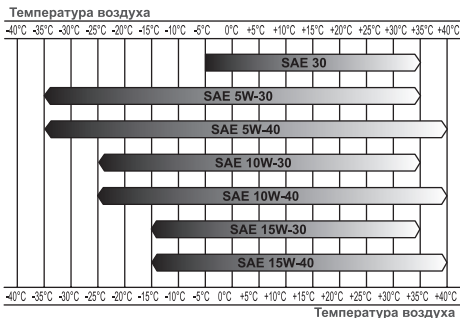

Рис. 4 Определение вязкости масла
*Нельзя применять масло для двухтактных двигателей. Рекомендуется применять моторное масло для четырехтактного бензинового двигателя категории SJ и выше по системе классификации API. Вязкость масла по классификации SAE выбирается в зависимости от температуры окружающего воздуха, при которой будет работать двигатель. При выборе вязкости масла пользуйтесь таблицей, показанной на Рис. 4.*